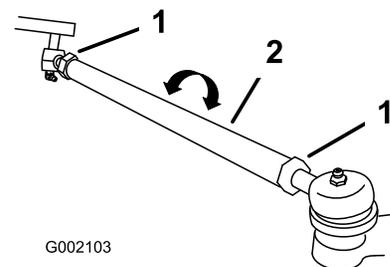

Figura 12
2. Si la medida no está dentro del intervalo especificado (consulte las dimensiones y los parámetros que figuran al principio de este procedimiento), afloje las contratuercas en ambos extremos de las bielas (Figura 12).